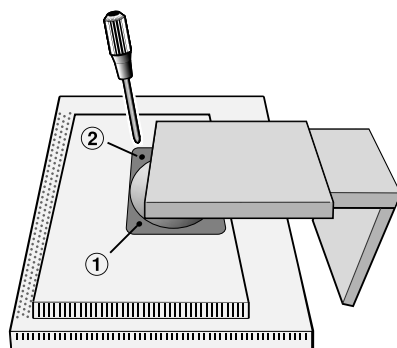

**Figura S.1**
3. Sistemare il monitor a faccia in giù su una superficie non abrasiva. (Sistemare lo schermo su una piattaforma di 29 mm in modo che il supporto risulti parallelo alla superficie) (**Figura S.1**).